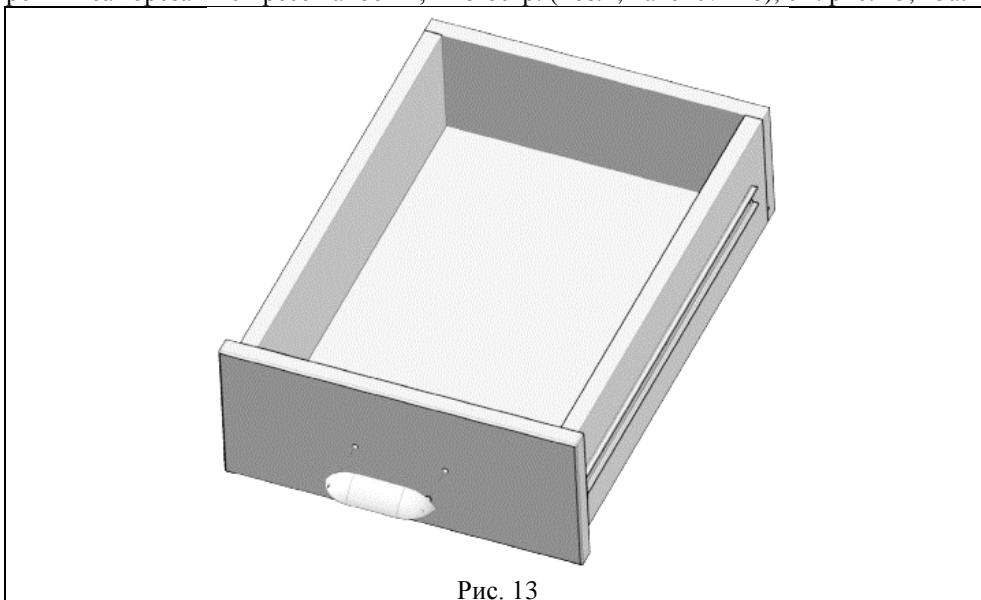

Рис. 13
5.2.6 В стенку переднюю вставить ручку ящика (поз.2, упаковочное место 2) и закрепить саморезами с прессшайбой 4,2x25 остр. (поз.2, пакет №128), см. рис. 13, 13а.
Рис. 13а